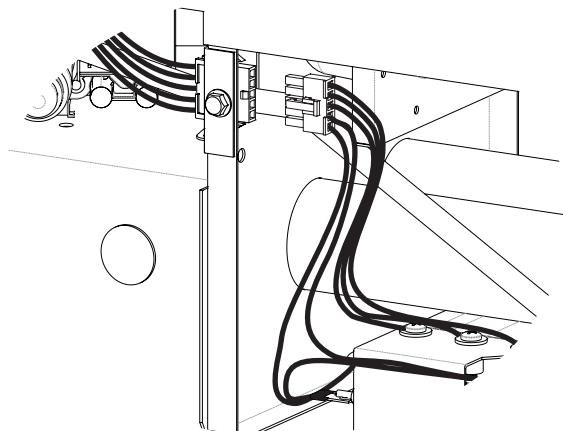

Figure 11
- Branchez le connecteur du faisceau de câbles du plateau chauffant dans le connecteur du faisceau de câbles du relais. **Voir Figure 11.**